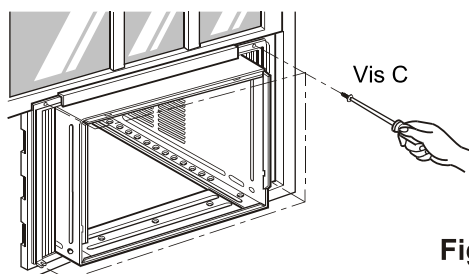

Fig. 6
9. Fixez chaque volet d'étanchéité ⑤ à la coulisse de châssis à l'aide de vis de type C ⑦ (Fig. 6)